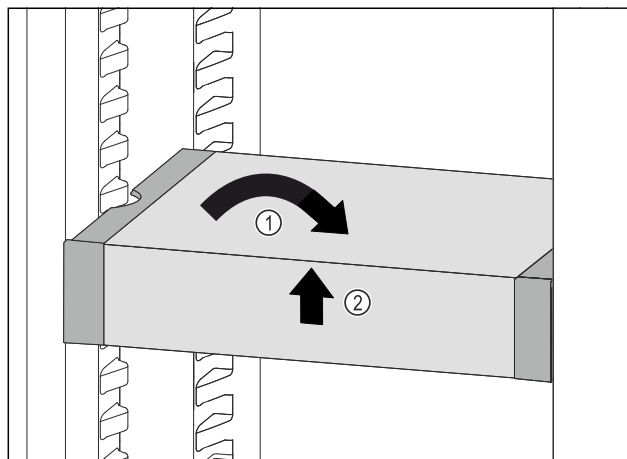

Fig. 83
- ▶ Remettre le VarioSafe droit. *Fig. 83 (1)*
- ▶ Soulever la partie avant du VarioSafe. *Fig. 83 (2)*